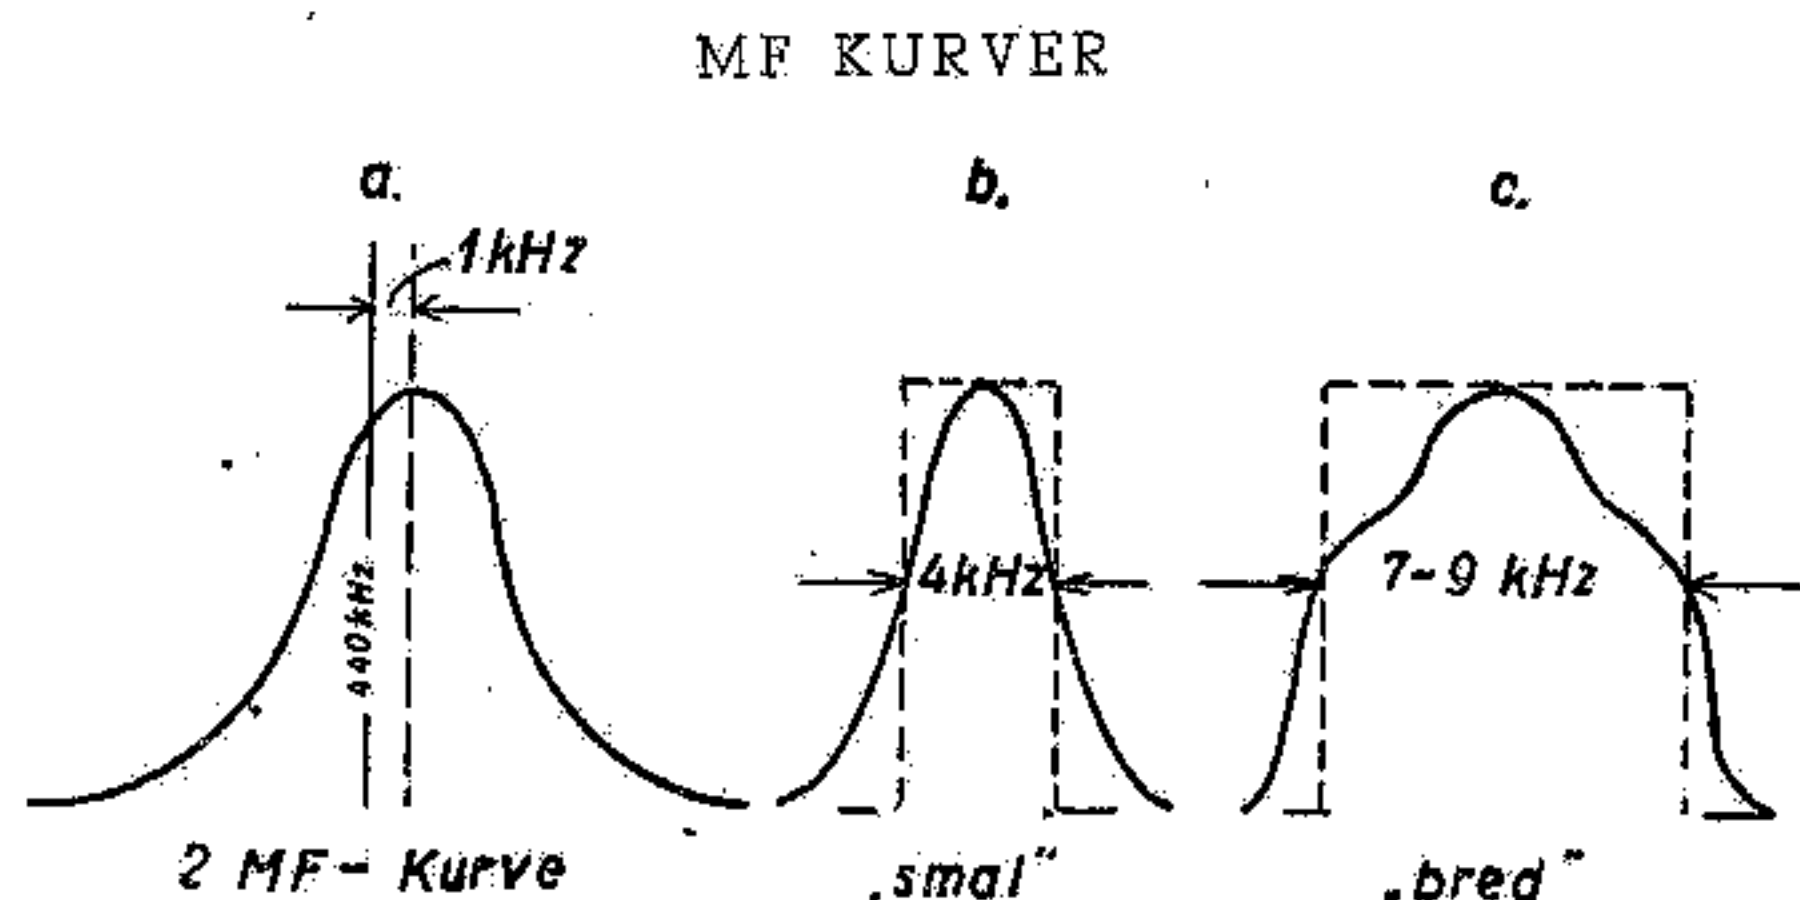

Fig. 4
- b) Derefter forbindes Oscillator til Gitter af CCH2 og 1' MF trimmes op til Maksimum og symmetrisk Kurveform (smal Baandbredde). For at opnaa en gunstig Kurveform ved saavel stor som lille Regulerspænding, tilføres Regulerspændingen fra et Gitterbatteri forskellige neg. Spændinger paa f. Eks.  $\div 3$  V. og  $\div 9$  V. Ved disse to Spændinger dannes et Kompromis af Kurveformerne i »smal« og »bred« Baandbredde, idet man i de to Yderstillinger skal have de i Fig. 4 henholdsvis b. og c. viste Kurveformer. Samtidig med at man drejer skiftevis mellem »smal« og »bred« paa Baandbreddereguleringen justeres paa MF-Kernerne til de mest gunstige Kurveformer er opnaaet (ved forsk. Regulerspændinger).
Ved Trimning af MF søges altsaa saa vidt muligt at opnaa de i Fig. 4 viste Kurveformer for »smal« og »bred« Baandbredde og at bevare Kurvehøjden konstant og maksimal.
Alle Spoler er med Jernkerner og justeres med B & O's specielle Trolitultrimmere (se under Master 38, Fig. 4).